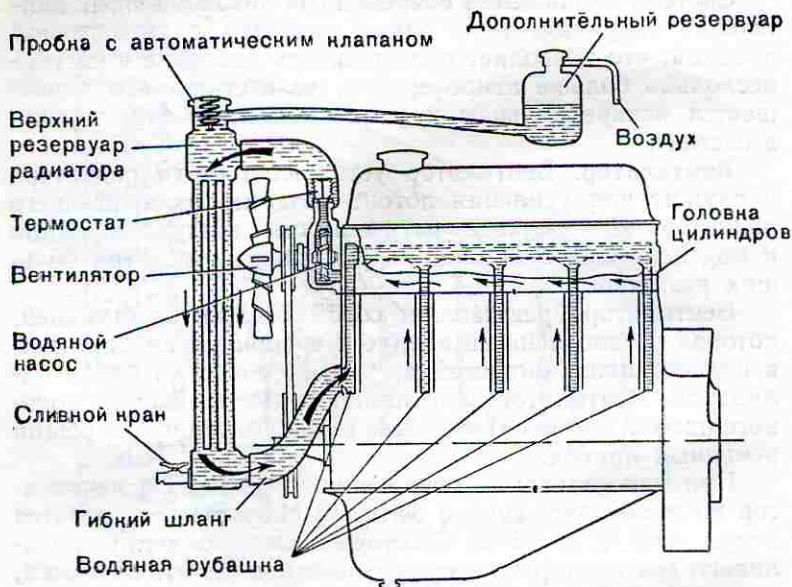

Рис. 28. Герметичная (закрытая) система охлаждения
**Герметичная система охлаждения (рис. 28).** За последние годы наметилась тенденция к герметизации системы охлаждения. Если в системе охлаждения увеличить давление жидкости, то при этом повысится ее температура